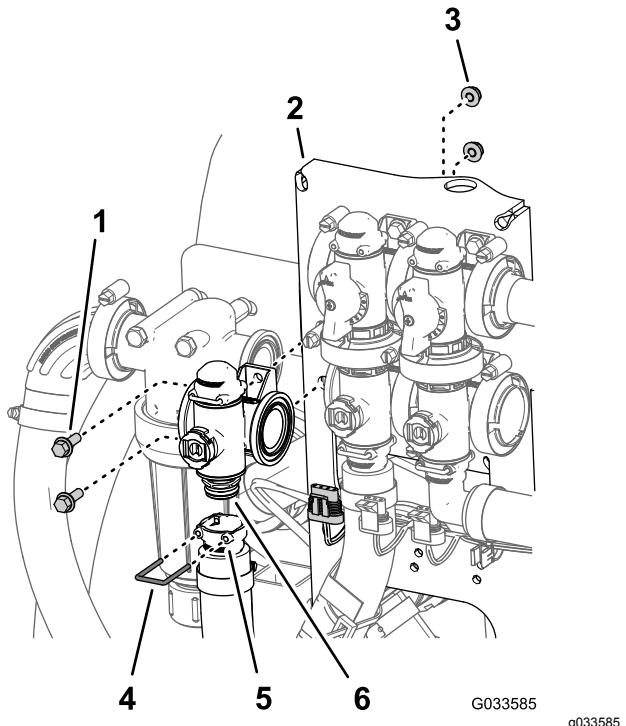

Figura 114
| 2. Rimuovete il fermo che fissa il raccordo di uscita al connettore del collettore per la valvola di controllo del volume (Figura 114). | |
3. Rimuovete i 2 bulloni a testa flangiata (1/4" x 3/4") e 2 dadi di bloccaggio flangiati (1/4") che fissano la valvola di controllo del volume al supporto della valvola e rimuovete il collettore della valvola dalla macchina (Figura 114).